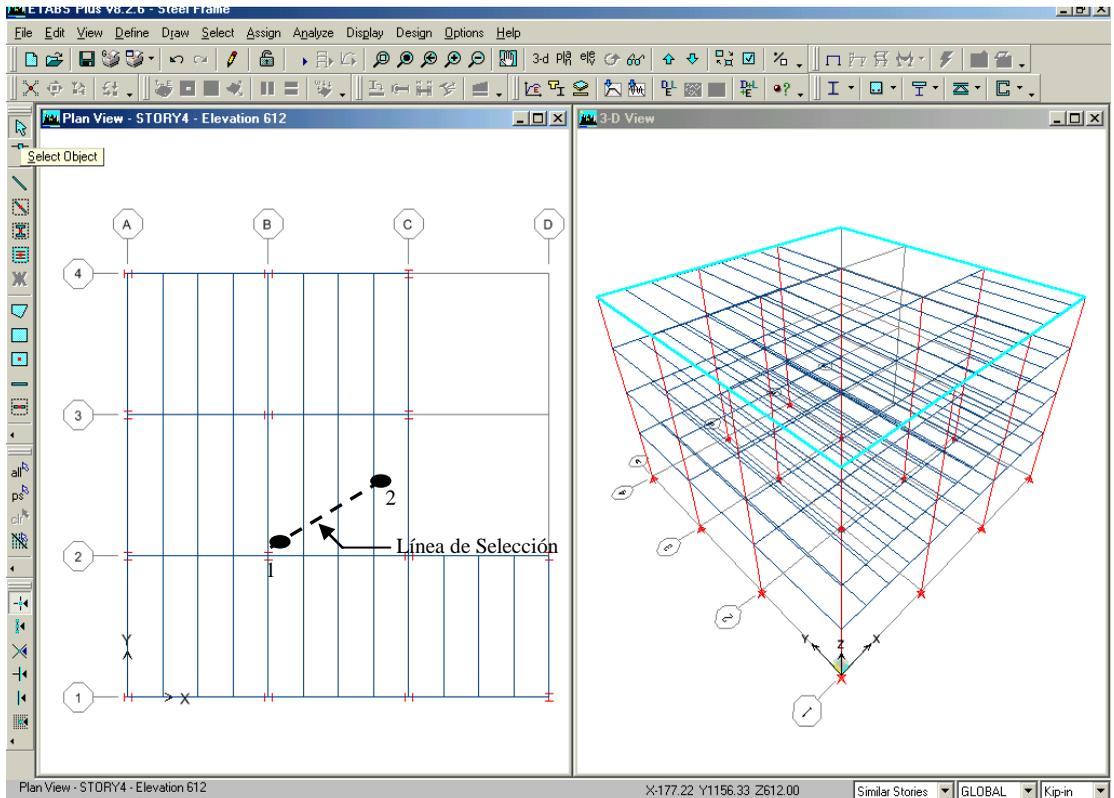

Figura 17- Selección usando una línea intersecante
E. Según la Figura 17. Hacer click con el botón izquierdo del mouse en la vista en Planta entre los ejes 2 y 3 justo a la derecha del eje B en el punto etiquetado como 1 en la figura. Manteniendo presionado el botón izquierdo del mouse, arrastre el puntero al punto etiquetado como 2 en la figura. La línea seleccionada debe cruzar las vigas secundarias indeseadas en el vano limitado por las ejes 2, 3 B y C . Deje de presionar el botón izquierdo del mouse para seleccionar las vigas